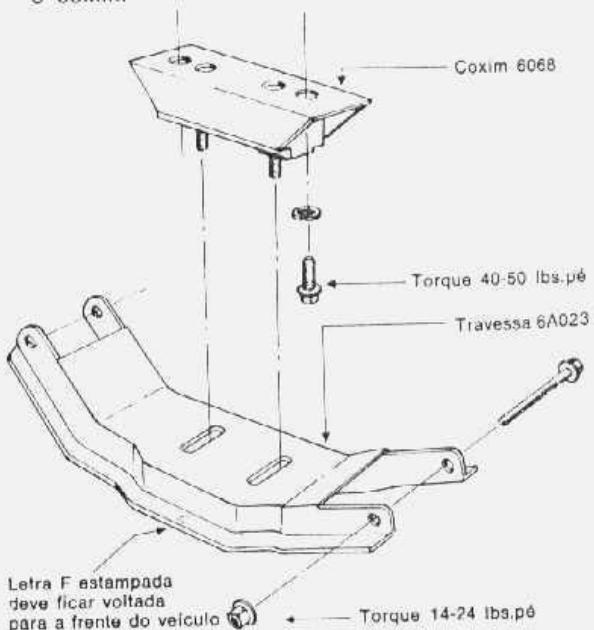

fig. 11 — suporte traseiro do motor
O suporte traseiro localiza-se na extensão da caixa da caixa de mudanças (fig. 11).
- 2 Instalar os parafusos e arruelas de fixação do coxim à extensão da caixa de mudanças. Apertar os parafusos ao torque especificado (fig. 11).